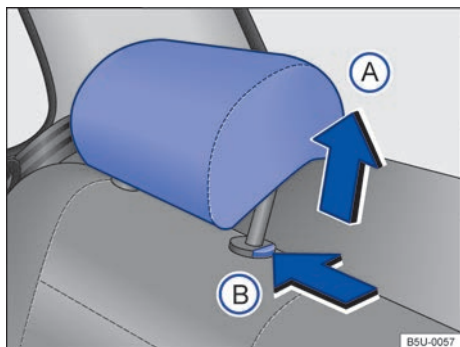

Fig. 73 Ajustar el apoyacabezas trasero.
- Empuje el apoyacabezas hacia arriba en el sentido de la flecha → **fig. 73 (A)** o con la tecla → **fig. 73 (B)** pulsada, empuje hacia abajo → **▲** en *Introducción al tema* de la pág. 84.